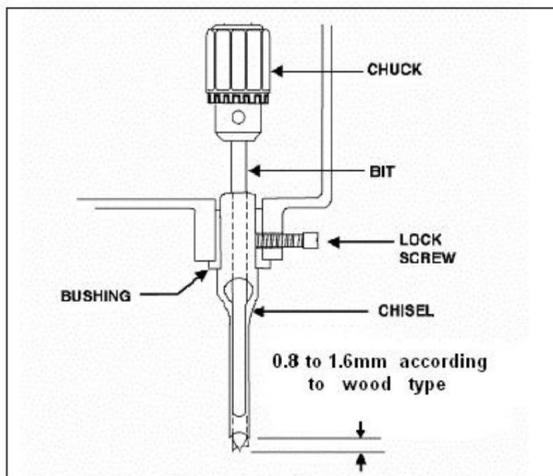

Figura 12
1. Allentare la vite di bloccaggio, mostrata nella Figura 12.